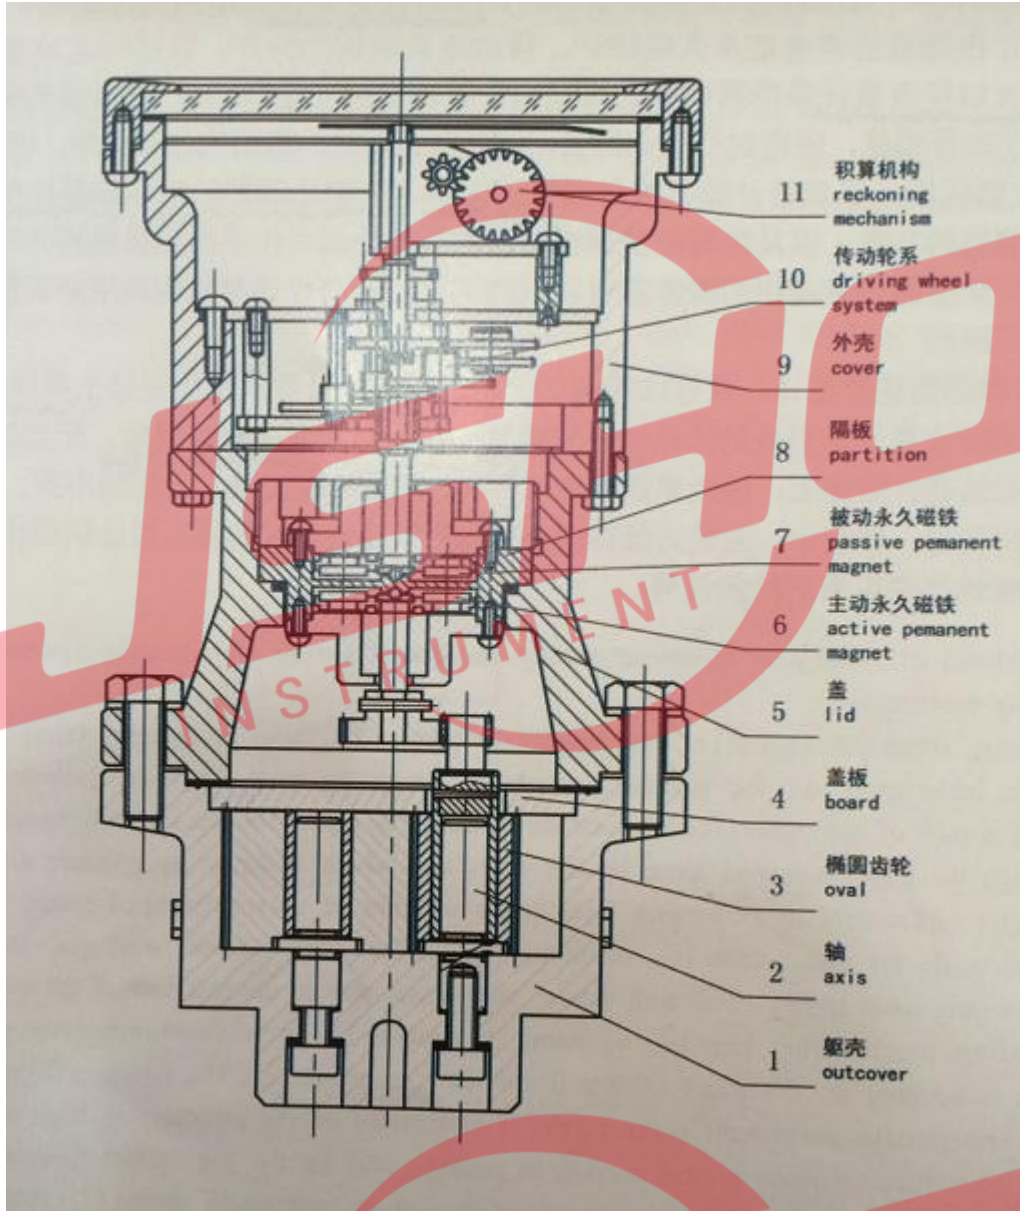
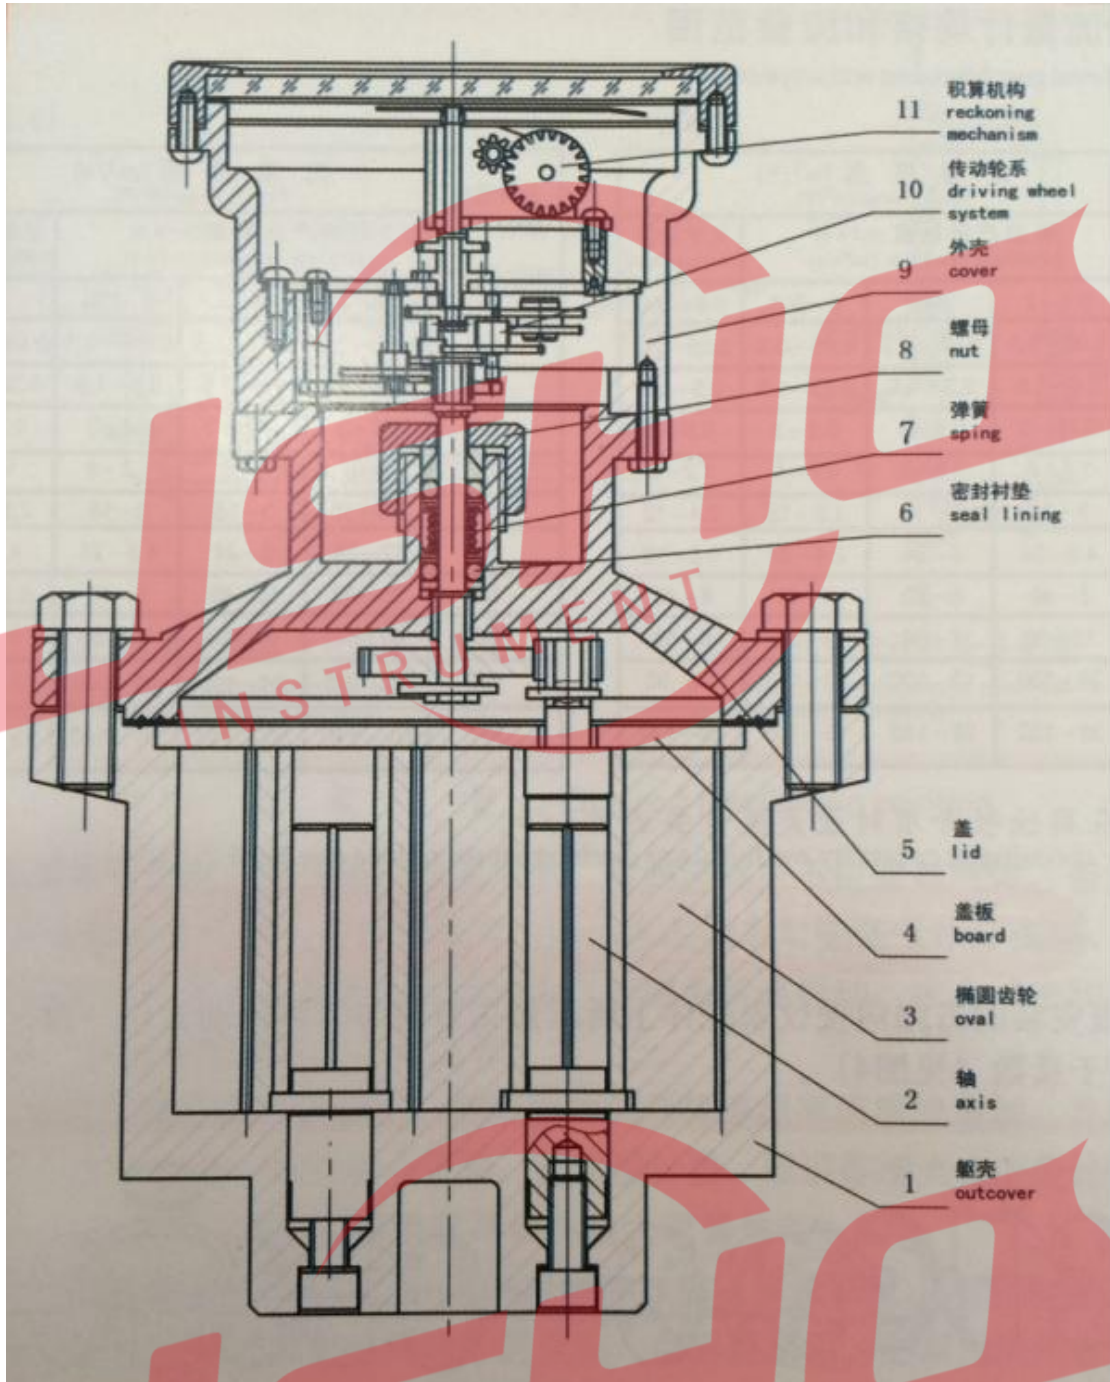

图 2 HQLC 型流量计永久磁铁传动结构图
图 3 HQLC 型流量计聚四氟乙烯密封传动结构图
1、计量室：仪表躯壳（1）（图 2、图 3，下同）由铸铁制成，它的内腔与盖板（4）组成测量室。测量室内有两根不锈钢轴（2），一对椭圆齿轮（3）就套上轴上，靠流量计进出口处的压力差推动而旋转，从而不断地把进口处的液体经新月形空腔计量后送到出口处，每旋转一周，累计出四倍新月形空间的体积。椭圆齿轮与测量室内壁的间隙很小，仅几十微米，以减少仪表的泄漏量。
2、密封机构：仪表的测量室是密封的。小口径流量计采用永久性磁性密封机构（见图 2）：由隔板（8）将主动永久磁铁（6）、被动永久磁铁（7）分开。该结构灵敏度高，密封可靠；大口径流量计采用聚四氟乙烯塑料作填料密封（见图 3）：通过调节螺母（8）来改变弹簧（7）的压缩量，使密封衬垫（6）伸张，达到密封目的。该结构比较简单，调整方便。
- 2、仪表在使用过程中，由于齿轮等的磨损，精度往往会变化，以致超差。只要误差范围不超过 1%，一般均可调到合格。例如仪表精度下降到+0.22%~-0.64% (平均误差-0.21%)，调换双层齿轮时，首先应看原双层齿轮是多少齿，如果是 38/35，则按 (1) 法调整；若是别的齿轮时，例如是 41/38 齿轮，则应将该齿轮相对应的误差+0.62%作零位，上调 0.21%，使误差减少 0.21%而变成 0.41%，参照误差调整表，调换上双层齿轮 40/37. (其误差为 0.43%，与 0.41%最接近)。调整后实际误差 udit0.19%,wygeogyayl+0.41~-0.45%，达到合格范围。
- 4、调换双层齿轮时，先卸下外壳 (图 2、图 3 之 (9))，在其背后拧松轴套 (1) (图 6，下同) 及螺钉 (3)、(4)，更换调整齿轮 (2)，然后转动调整板 (5)，使调整齿轮与传动齿轮 (6)、(7) 啮合正确，再紧固轴套与螺钉。